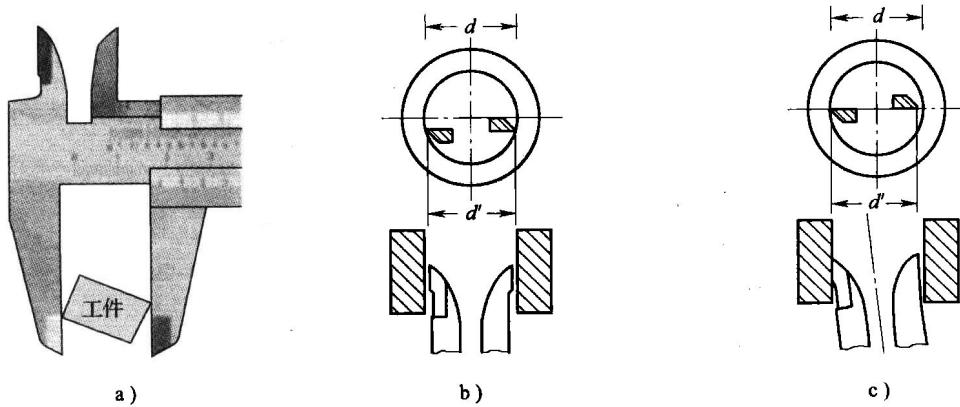

图 1—17 游标卡尺常见的错误操作示意图
6) 测量内尺寸时，两量爪应先张开到略小于被测尺寸后缓缓插入工件内孔，再以固定量爪贴住工件内孔一侧，然后轻轻地将活动量爪拉向工件内孔另一侧，使量爪与工件紧贴。注意应使两测量爪与内孔的接触处组成的平面通过内孔中心轴线，图 1—17b 和图 1—17c 表